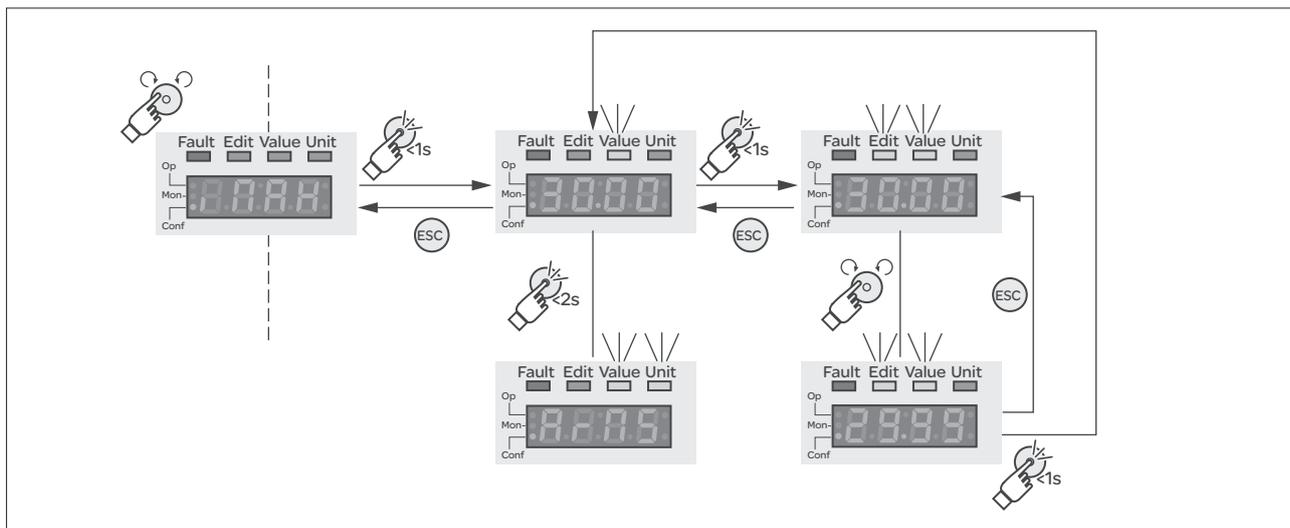

图 7.4 通过集成 HMI 设定参数示例
- 参数， $iMax$ 将在 7 段显示器上显示，请参阅图 7.4。